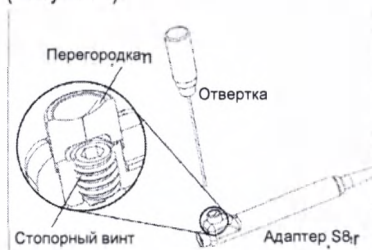

Рисунок 1. Местоположение стопорного винта в адаптере Precision S8
4. Частично выкрутите стопорные винты всех адаптеров: вставьте отвертку в перегородку со стопорным винтом и поверните ключ против часовой стрелки (Рисунок 1).